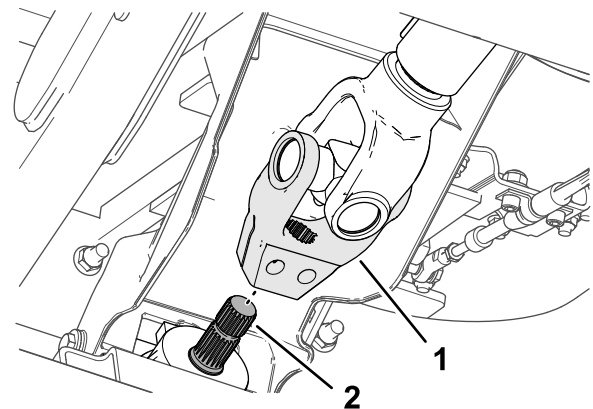

Bild 17
5. Richten Sie die Verzahnung des Antriebswellenjochs auf die Verzahnung der Eingangswelle des Anbaugeräts (**Bild 17**) aus und schieben Sie das Joch über die Welle.